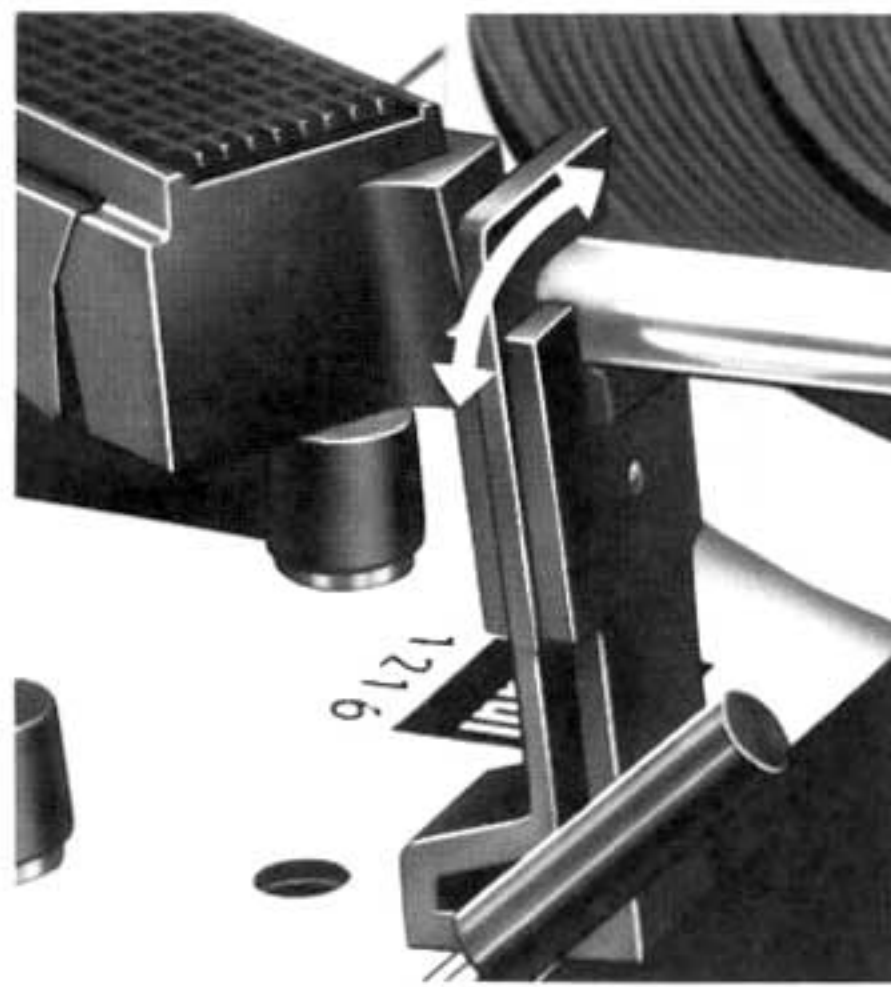

Fig. 7
Choisissez ensuite la vitesse de rotation nécessaire ② ainsi que le diamètre du disque ⑬ (17, 25 ou 30 cm respectivement 7, 10 ou 12") et déverrouillez alors le bras de pick-up (fig. 7).
Après la reproduction du disque ou du dernier disque lorsqu'on utilise le changeur de disques, le bras revient automatiquement sur son support et l'appareil coupe le courant. Il est recommandé de verrouiller alors le bras sur son support (fig. 7).